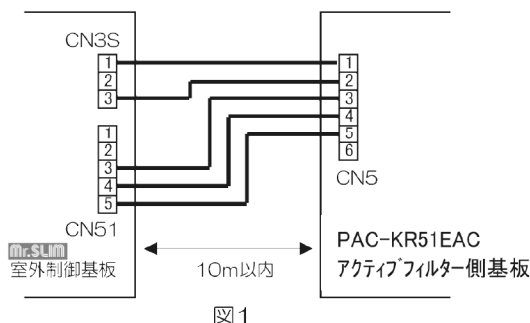
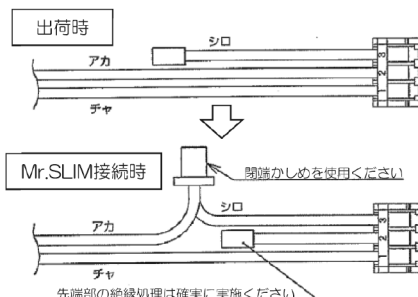

図1
図2
- ①アクティブフィルタ（以下AF）基板側の設定
- ②空調機間信号配線
- ・図1のように、室外制御基板(空調機側)のCN3S(1-3ピン)、CN51とAF基板のCN5を接続ください。
- ・CN3S接続の付属3極コネクタは、図2を参考にして、つなぎ換えを行ってください。
- 配管ドライヤをユニット内に取付ける場合には、スペースに応じて(図1,図2)を参照しドライヤを取付けてください。また、ドライヤ取付けのスペースがない場所には、ユニット外の取付けとなります。(図3)